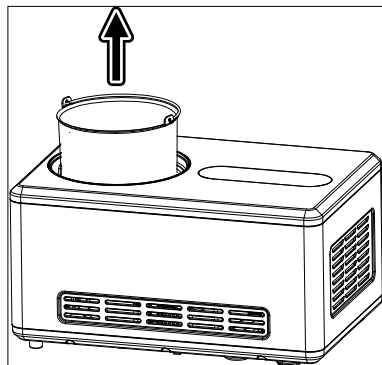

Abb. 5
- ▶ Entfernen Sie den Deckel (1), indem Sie ihn im Uhrzeigersinn drehen.
- ▶ Entnehmen Sie den Behälter (11) (siehe **Abb. 5**). Halten Sie ihn am Griff.
- ▶ Verwenden Sie den mitgelieferten Messbecher (8) zur Dosierung der Zutaten.